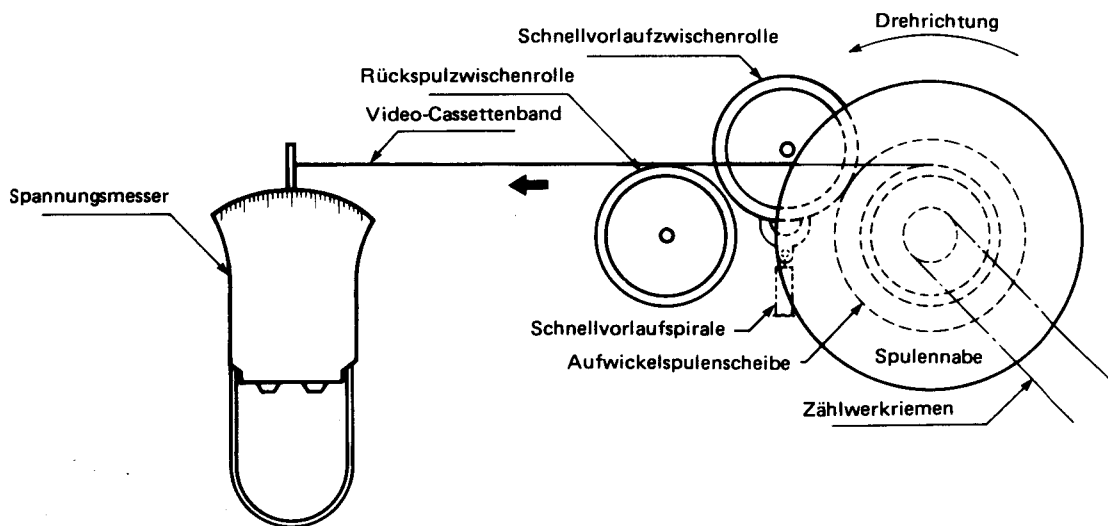

Abbildung 78
2. Die Spulennabe (mit einigen Bandlagen aufgewickelt) auf die Aufwickelspule gemäß der Abbildung 78 aufsetzen.
3. Das Band dann langsam nach links ziehen, wie in der Abbildung 78 gezeigt wird.